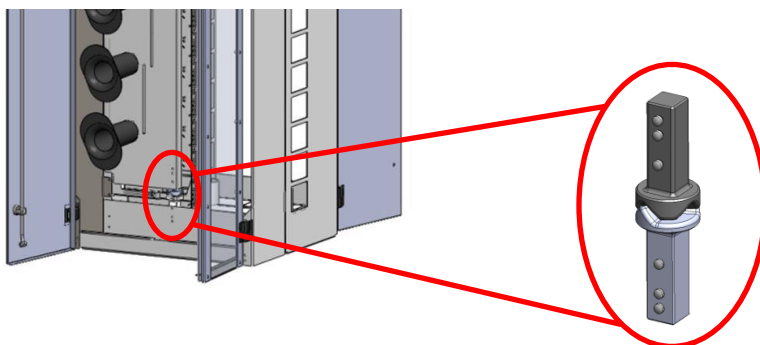

figura 9
- La bisagra en la puerta guía de cable es una bisagra de pivote de leva (figura 9). Para abrir suavemente use un carrete guía de cables para abrir la puerta.
2. Coloque la cubierta sobre los tornillos y mientras la soporta con una mano apriete cada tornillo con la otra (figura 9).